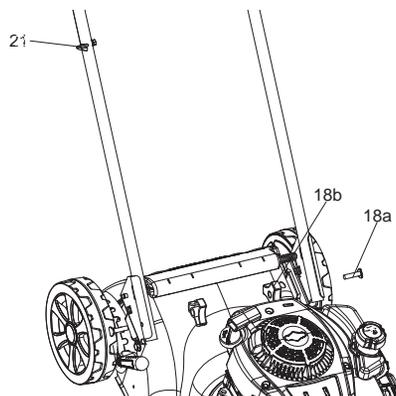

Fig. 1
1. Fixer fermement la poignée inférieure sur le support de poignée (17) avec le boulon à tête ronde (18a) et le bouton avec un écrou M8 (18b). (Fig. 1). Remarque : lors du montage de la poignée inférieure, placer le tube avec le guide-cordon sur le côté droit de la machine (Fig. 1).